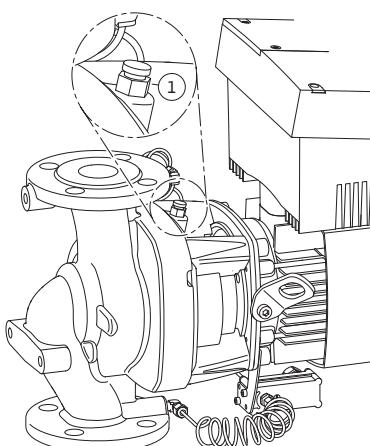

Fig. 45: Válvula de ventilación
6. Elimine la presión de la bomba abriendo la válvula de descarga de aire Fig. 45, Pos. 1).